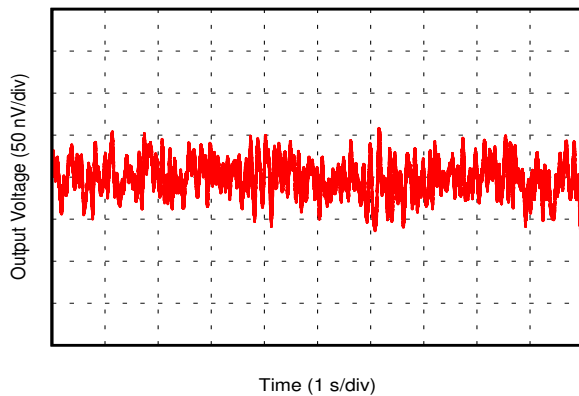

図 7-17. 0.1Hz~10Hz の電圧ノイズ
0.1Hz~10Hz の電圧ノイズ	<a href="#">図 7-17</a>